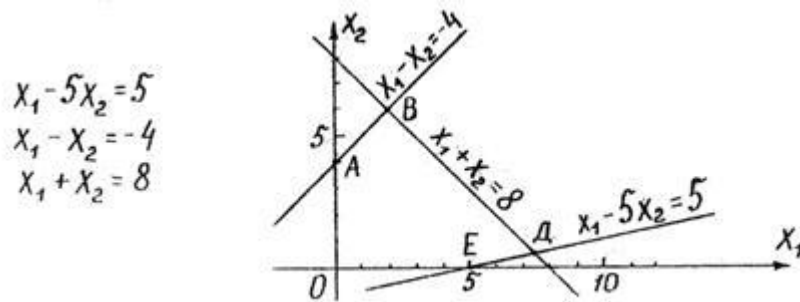

рис.20
1. Заменяем каждое из неравенств равенством и построим граничные прямые (рис.20)